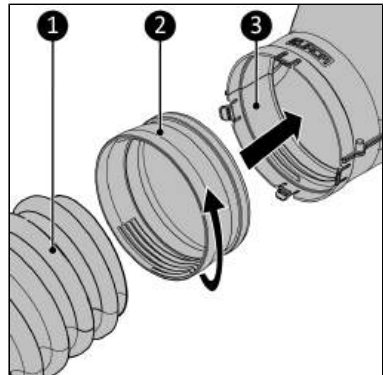

Figure 207.
- Avec un système à rotation, pour un tuyau sans collier (Figure 207, pos. 1).
1. Insérez le tuyau de climatisation (Figure 207, pos. 1) dans l'adaptateur (Figure 207, pos. 2) et vissez l'adaptateur dans le sens des aiguilles d'une montre sur le tuyau.
2. Insérez et cliquez l'adaptateur avec le tuyau de climatisation monté dans la partie principale du Window Way-out (Figure 207, pos. 3).